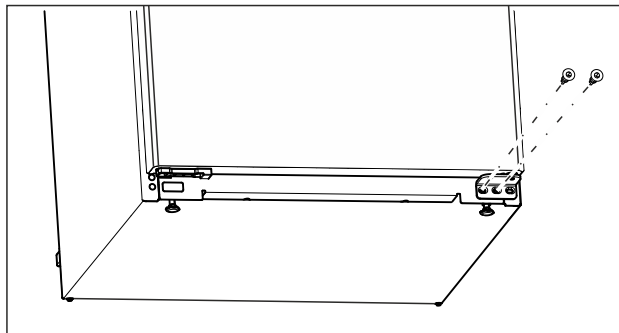

Fig. 7
- ▶ Pomocí šroubováku Torx 20 vyšroubujte prostřední šroub na spodním stojanu ložiska. (viz Fig. 7)
- ▶ Šroubovákem Torx 20 vyšroubujte vnitřní šroub na spodním stojanu ložiska. (viz Fig. 7)